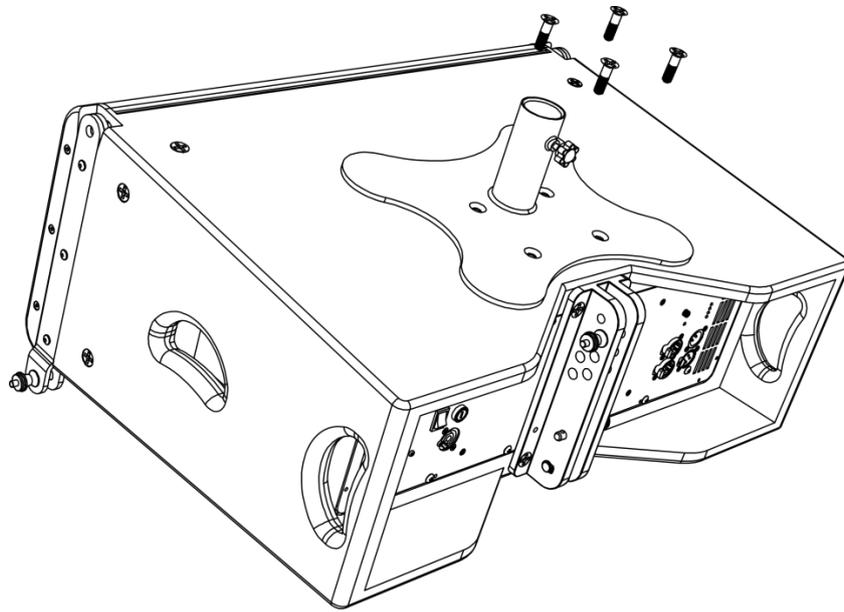
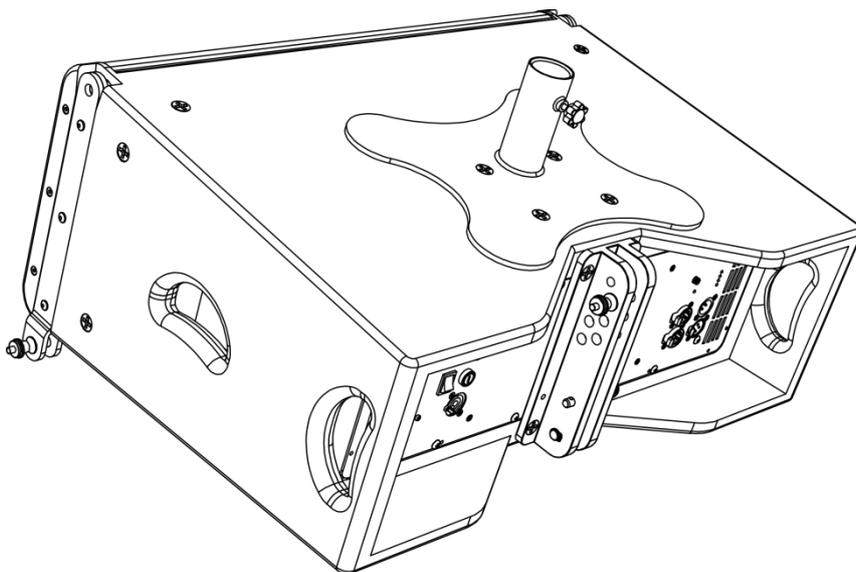

Fig. 02
Fig. 03
01) Instale el PM-01 en su altavoz Odin T-8A mediante los tornillos de dedicación exclusiva (Fig. 02 y Fig. 03).